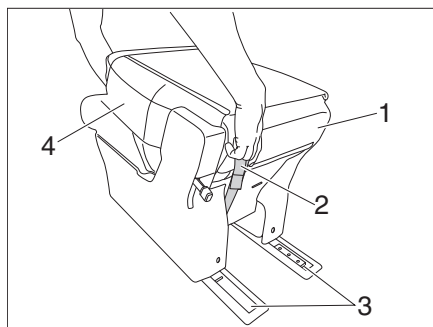

Figure 28 Montage du siège
- Soulever le siège (Figure 28,1) par la boucle rouge (Figure 28,2) et le placer dans les rails (Figure 28,3).
- Contrôler si le siège (Figure 28,1) est correctement verrouillé.
- ▷ Le dossier (Figure 28,4) du siège peut seulement être redressé lorsque le siège est correctement verrouillé dans les rails.
- Tirer sur la boucle rouge (Figure 28,2) et soulever le siège au niveau du dossier (Figure 28,4).
- Saisir la banquette au niveau du coussin d'assise et du dossier (Figure 28,4) et la sortir du véhicule.